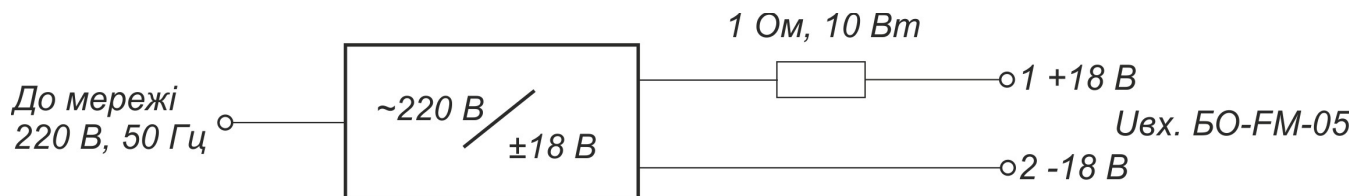

Рис. 1. Схема підключення додаткового живлення (зовнішнього зарядного пристрою)
1 У якості зовнішнього джерела живлення може бути використаний адаптер 220 / 18 В, який не входить у комплект постачання. Схема підключення джерела живлення показана на рис. 1.
2.5.2.1 Підключити зовнішнє джерело живлення у відповідності до рис. 1 до роз'єму Uvx (ПІТ).